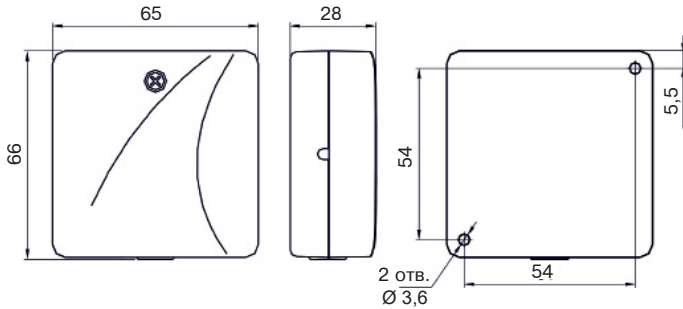

Рисунок 3
- Выбрав место установки, проведите разметку отверстий для монтажа (рис. 3) с учетом положения отверстий в основании блока, просверлите отверстия в месте установки.